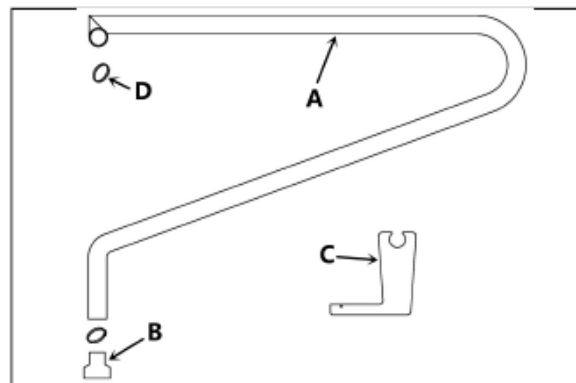

Рис. 5.7
**Содержимое верхней части системы пылеудаления (рис. 5-7)**